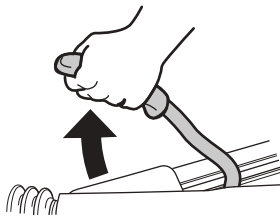

Fig. 9
- Azionare il freno di stazionamento (Fig. 9) e/o fissare gli pneumatici con cunei.